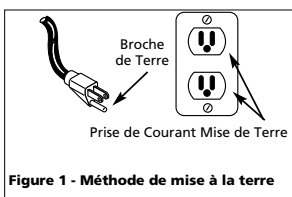

Figure 1 - Méthode de mise à la terre
- Ce produit est conçu pour l'utilisation d'un circuit de 120 volts et a une fiche de mise à la terre comme celle indiquée sur la Fig. 1. Assurer que le modèle est branché à une prise de courant qui a la même configuration que la fiche. Ce produit doit être mis à la terre. Dans l'événement d'un court-circuit, la mise à la terre diminue le risque de secousse électrique en fournissant un fil d'échappement pour le courant électrique. Ce produit est équipé avec un fil de terre avec une fiche de terre. La fiche doit être